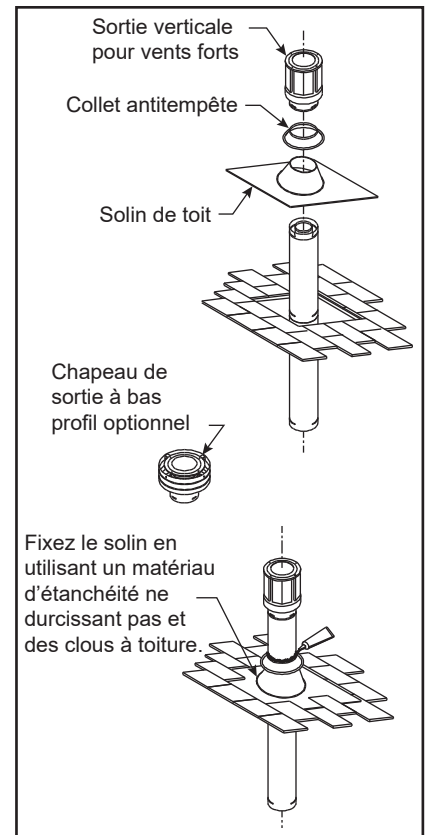

Figure 3.37
Vérifiez que les matériaux de la toiture recouvrent les bords du solin (figure 3.37). Vérifiez que vous disposez au moins
Étape 8 – Glissez le collet antitempête sur la section de conduit et poussez-le vers le bas jusqu'à ce qu'il repose sur le solin (figure 3.37). Utilisez du mastic non durcissant entre le collet antitempête et la section de conduit.